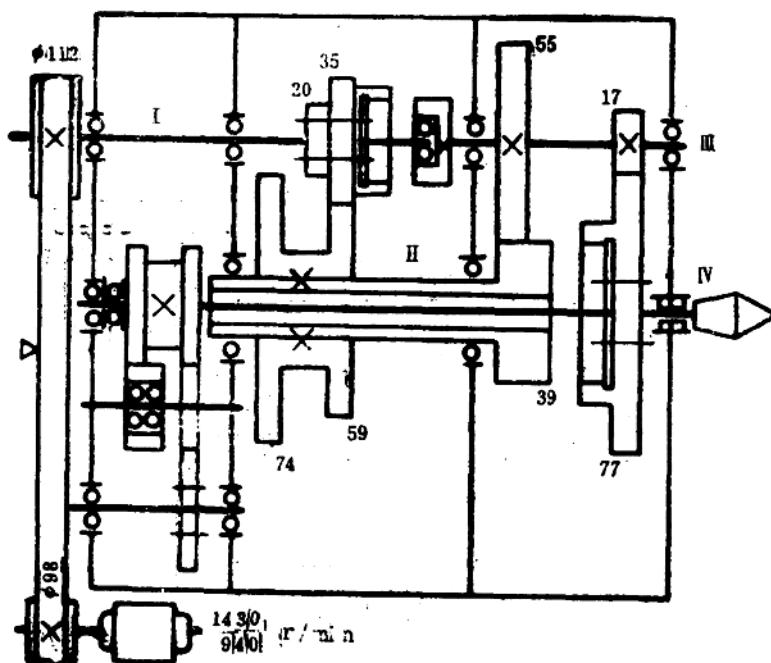

图 4 C 6228机床主传动系统图
18. 按图4机床的主传动系统图，求出其主轴转速级数及各级转速；分析其传动链的特点。